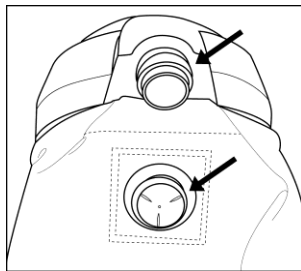

图: 14a
- 将大片塑料卡件从头罩进气管处拉出，同时将头架棘轮从外层衬罩的孔中卸下（图14a）。
- 将进气管装进外层衬罩大片塑料卡件的孔洞。推动卡件完全越过进气管至其和头罩外壳齐平。推动塑料卡件的末端至壳体边沿。将头架棘轮装入衬罩孔洞中（图14a）。